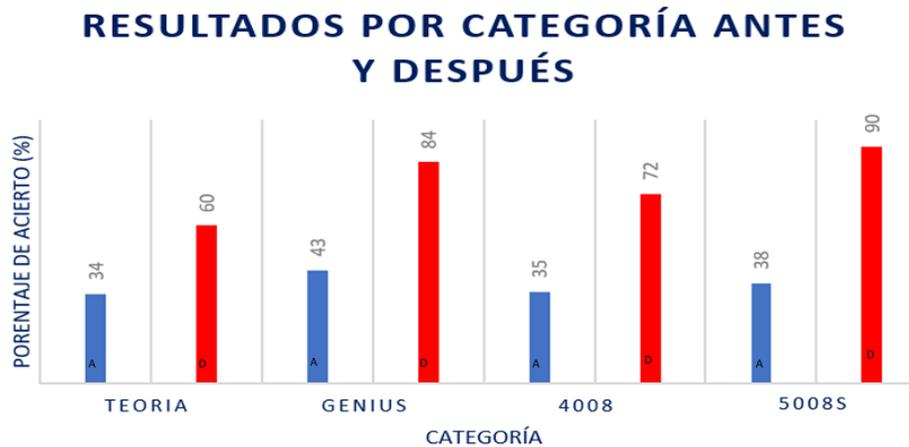

Figura 16. Resultados obtenidos en cada una de las categorías antes (A) y después (D) de la capacitación.
En la figura 16, se encuentra un gráfico de columnas de los resultados clasificados por categorías obtenidos en el examen de conocimientos (A) y el promedio de las preguntas realizadas durante la capacitación (D). Se observa un incremento en el porcentaje de acierto en los exámenes siguientes en todas las categorías. Para la categoría de teoría se observa un aumento del 34% al 60%, en los conocimientos sobre el Genius y Genius Preparator un incremento del 43% al 84%, en los conocimientos sobre la parte hidráulica de las máquinas 4008 general del 35% al 72% y la categoría del 5008S un aumento del 38% al 90%.